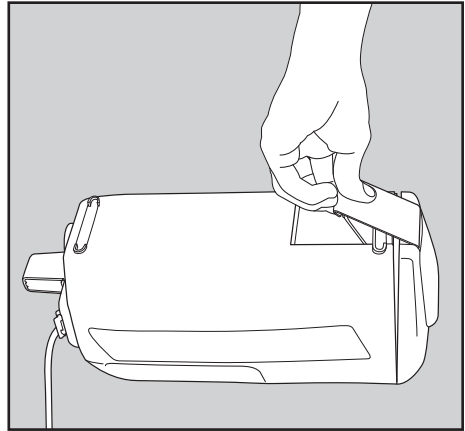

Fig. 17
- Soulevez la pince de rétention du couvercle pour retirer le couvercle (Fig. 17).